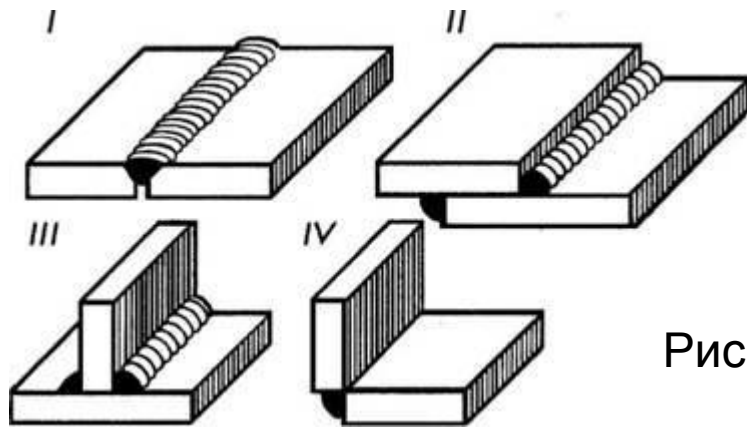

Рис. 1
- Различают следующие виды конструктивных соединений деталей сваркой (рис. 1): **стыковое (С3)**;